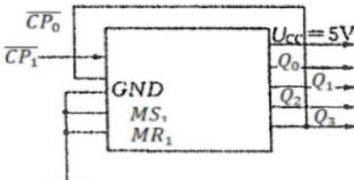

图 5.5 5421 码十进制计数器
- (4) 5421 码十进制计数器: 如图 5.5 所示， \overline{CP}_1 作为计数器脉冲输入端， Q_3 接 \overline{CP}_0 且 Q_1 、 Q_2 、 Q_3 和 Q_0 为输出端。表 5.3 是 5421 码十进制计数器真值表。